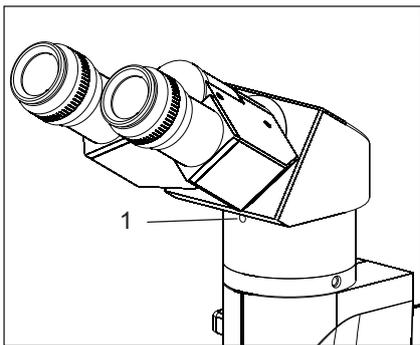

Fig. 3
1. Utilizzo chiave a brugola 3mm (in dotazione), allentare la vite di bloccaggio Capo (1) e rimuovere il coperchio tappo in dovetail cavità, nonché sulla osservazione testa coda di rondine.
3. Stringere la vite di bloccaggio Capo (1) dopo il posizionamento di osservazione capo come desiderato. Sed fig.3.